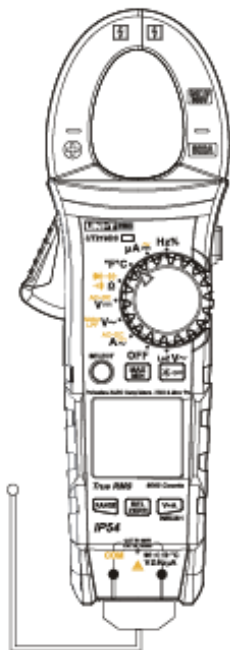

Рис.12.
2) Вставьте штекер термопары типа К в гнездо, как показано на рис.12